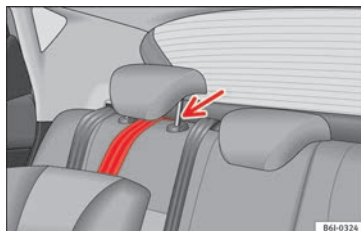

Fig. 68 Cinghia di fissaggio: regolazione corretta e montaggio.
- Passare la cinghia di fissaggio del Top Tether sotto il poggiatesta del sedile posteriore » **fig. 68** (sollevare il poggiatesta se necessario).